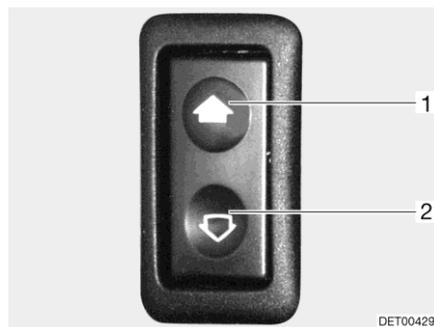

Fig. 35 Interruptor para el elevelunas eléctrico
- Pulsar la parte inferior (Fig. 35,2) del interruptor.
- Pulsar la parte superior (Fig. 35,1) del interruptor.